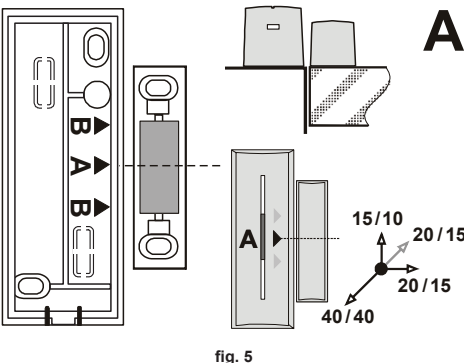
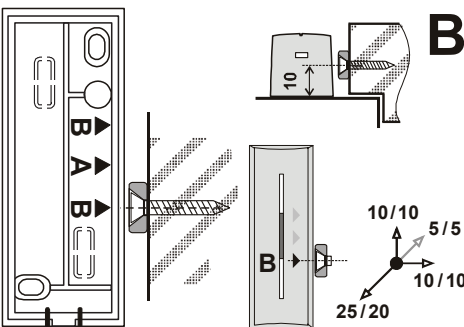

fig. 5
fig. 6
3. Přišroubujte magnet na pohyblivou část dveří (okna). Magnet v plastovém pouzdře umístíte středem pouzdra proti šipce A, prstencový magnet musí být proti šipce B. Vzdálenost magnetu od vysílací části má být při zavřených dveřích co nejmenší. Vzdálenost pro aktivaci při oddálení magnetu ve všech osách a pro nemagnetický / magnetický montážní podklad jsou uvedeny v obrázku fig. 5 a fig. 6. Pozn. Pro výškové nastavení A magnetu použijte dodanou podložku.
Typická rozptýlená/spínací vzdálenost fig. 5 a fig. 6
3. Attach the magnet to the moving part of the window. The standard magnet in a plastic housing opposite the A arrow and the whorl shape magnet against the B arrow. Its distance from the detector should be as small as possible when the door/window is closed. In the picture fig. 5 and fig. 6 are shown the reaction areas for magnets in millimeters in three axes of movement and on the non-magnetic / magnetic surface. Note: Use the supplied plastic part to compensate the possible height difference for magnet A.
Typical sensitivity range: see fig. 5 and fig. 6